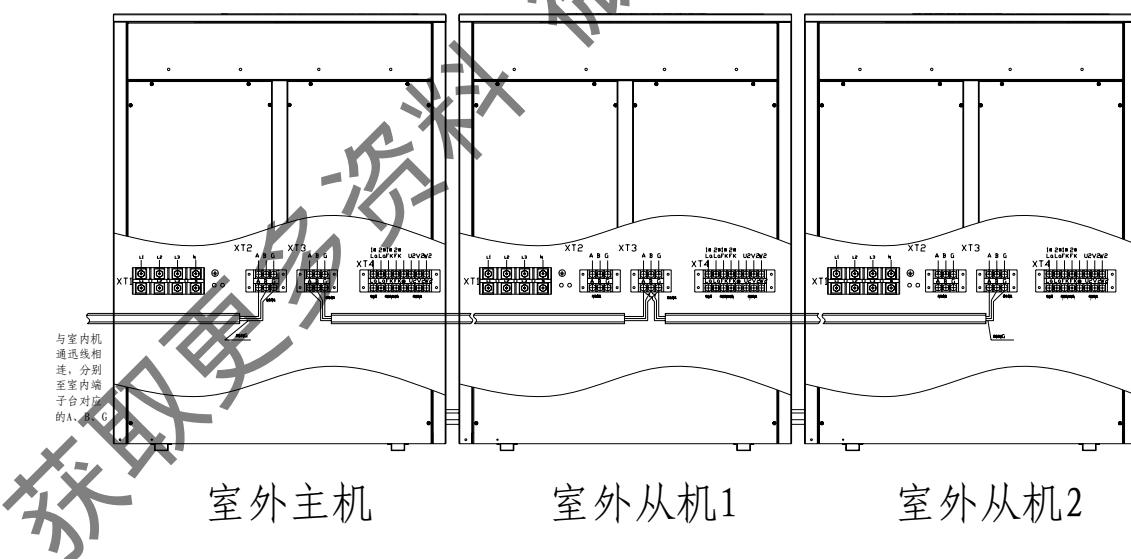

图 76：室外机通迅线接线示意图
A. 室外机之间的通迅线采用 485 通迅方式，必须采用 2 芯屏蔽线（屏蔽线为编织式，线径大于或等于 1.0mm²）进行正确连接，连接方法见室外机之间通迅线连接示意图（图 76）：